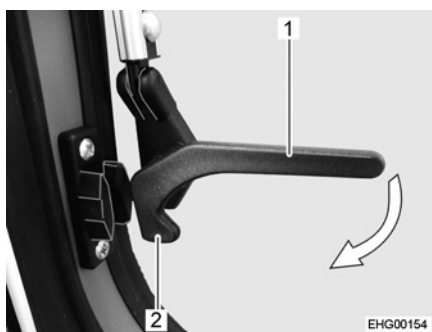

Bild 25 Låsarm, i sidan (i läget "öppet")
- Sväng låsarmarna i sidorna (Bild 25,1) en kvarts varv mot fönsterkarmen tills låsspaken (Bild 25,2) hakar fast.